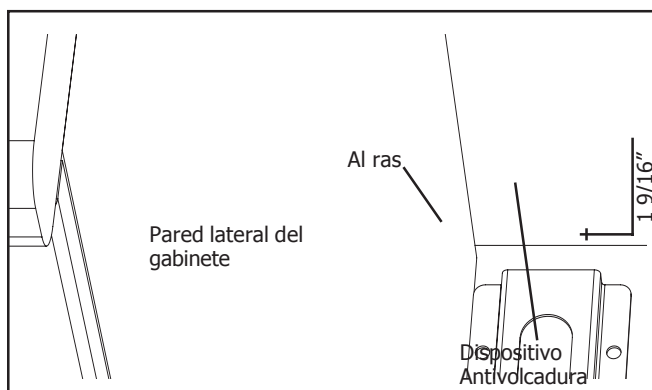

Figura 3
3. Tome medidas para localizar la posición del soporte como se indica en la Figura 3.